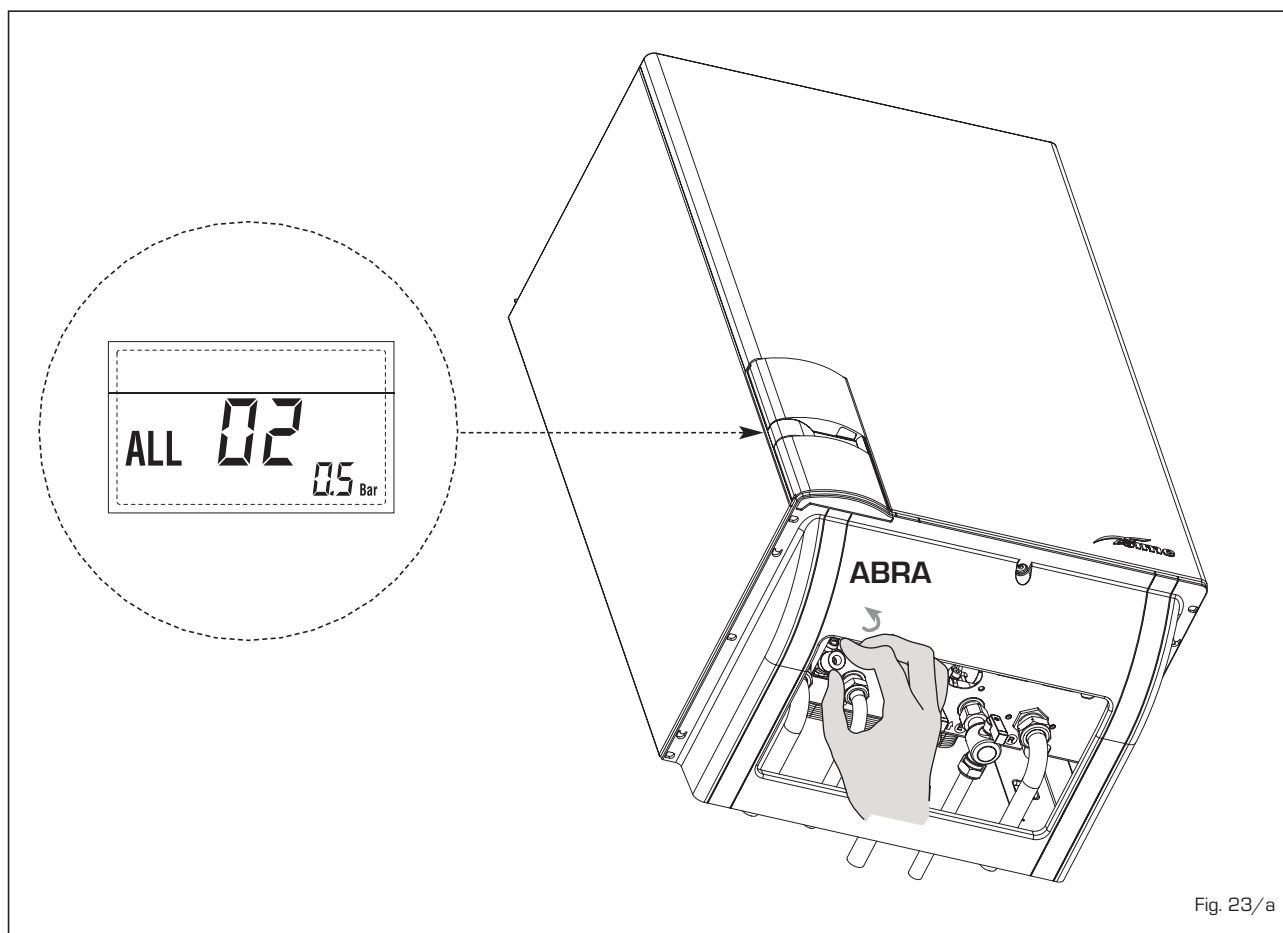

Fig. 23/a
- **ANOMALIA ALTA PRESSÃO ÁGUA "ALL 03" (fig. 23/b)**